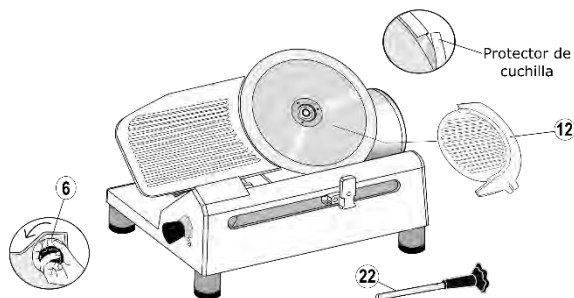

FIG 1. CÓMO QUITAR PROTECTOR DEL DISCO DE-CUCILLA
- C. Saque el ensamble de carro. Haga lo mismo con el ensamble de la base (10) levantándolo con la ayuda de otra persona.
- E. Retire el protector plástico de la orilla de la cuchilla o disco (5) siguiendo las siguientes instrucciones (Ver Fig. 1):